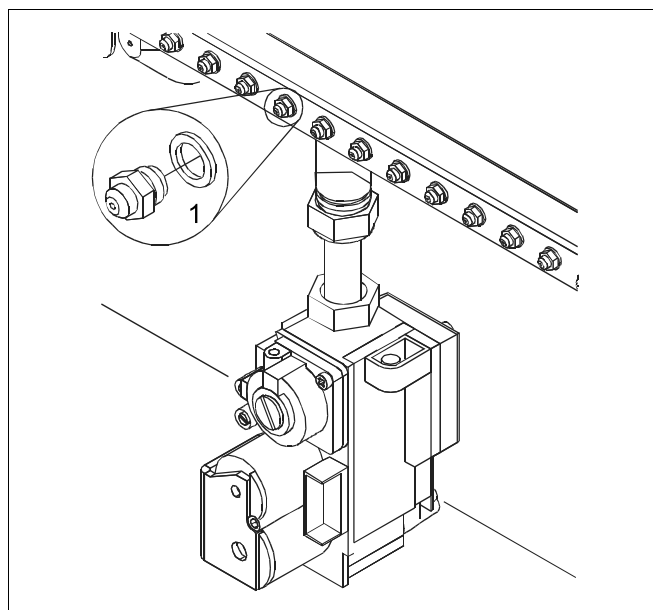

Fig. 50 Schimbați duzele
- Îndepărtați (Fig. 50, **Poz. 1**) duzele arzătorului și înlocuiți-le cu duze al cărui diametru să corespundă noii categorii de gaz (Tab. 7, pagina 50).